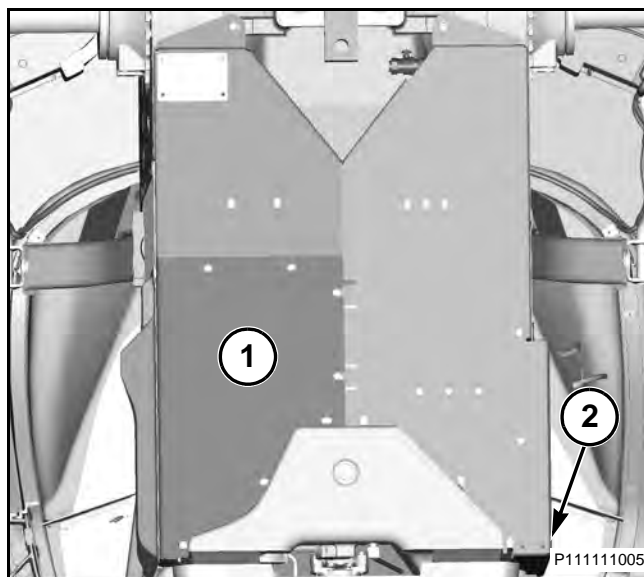

FIG. 5
FIG. 5: Sostenga el protector (1) con un dispositivo de levantamiento adecuado antes de quitarlo. Quite siete pernos y arandelas del blindaje (1) para bajar el blindaje (1).